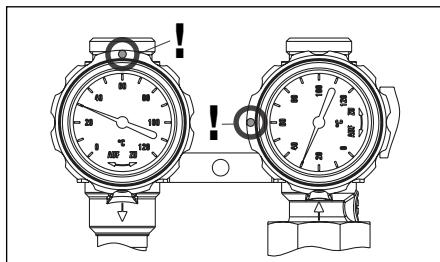

Abb. 6.15 Kugelhahnstellung Befüllen
- Stellen Sie die Kugelhähne der Solarstation jeweils in die Position wie in Abb. 6.15 abgebildet (Winkelstellung des Thermometergriffes im Vorlauf: 0°, Rücklauf: 90°)